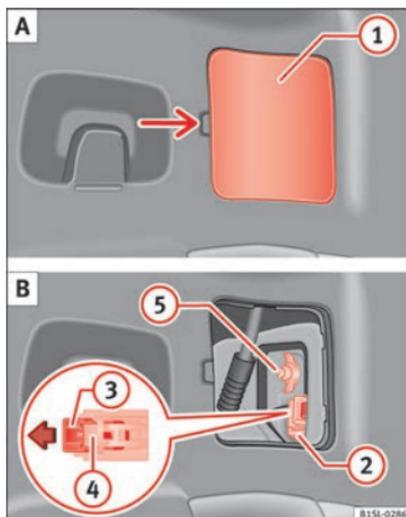

Abb. 88 An der Kofferraumseitenwand: A: Abdeckung abnehmen, B: Rückleuchte ausbauen.
2. Abdeckung **1** vorsichtig abhebeln **» Abb. 88 A**.
Verriegelung **3** am Anschlussstecker **2** in Pfeilrichtung ziehen **» Abb. 88 B**. Dazu den Schraubendreher aus dem Bordwerkzeug zur Hilfe nehmen.
3. Verrastung **4** drücken und den Stecker abziehen **2** **» Abb. 88 B**.
5. Flügelmutter abschrauben **5** **» Abb. 88 B**.
- Mit einer Hand die Rückleuchte an der Einbauposition halten und mit der anderen die Flügelmutter festdrehen (5) » **Abb. 88 B**.
- Anschlussstecker (2) auf den Lampenhalter stecken und Verriegelung (3) entgegen der Pfeilrichtung in den Stecker drücken » **Abb. 88 B**.